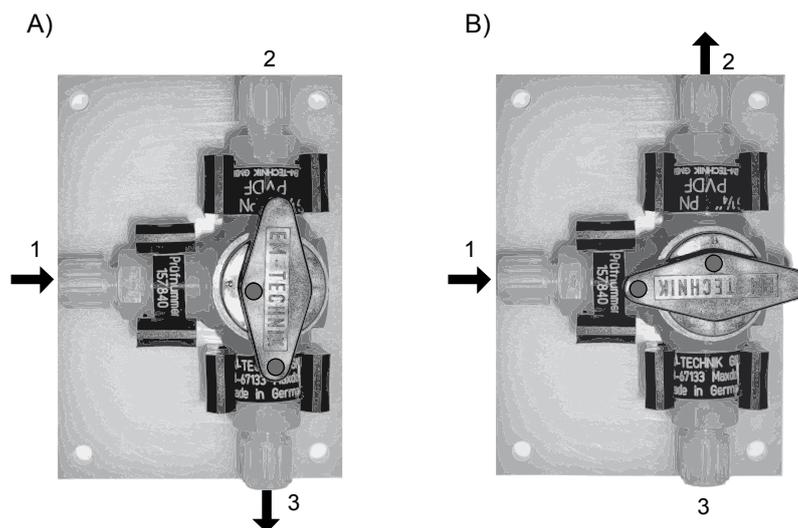

Fig. 16 : Robinet à 3 voies : A) position « Purge », B) position « Service »
5. ➤ Tourner le robinet à 3 voies sur « Purge », voir Fig. 16 .
14. ➤ Dès que le message « Rincer pompe ClO2 ? » apparaît, placer le robinet à 3 voies sur Purge, voir fig. 16 , et appuyer sur la touche [ENTRÉE].